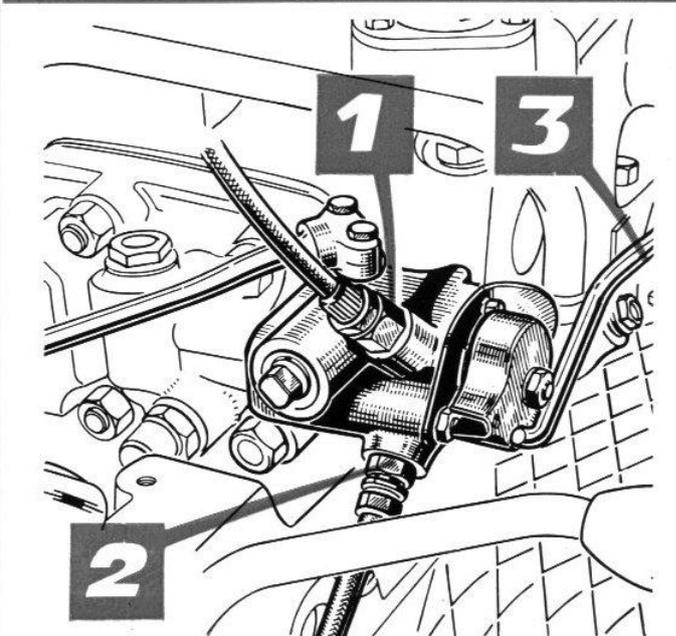

FIG. 60
b) branchement double effet (fig. 60)